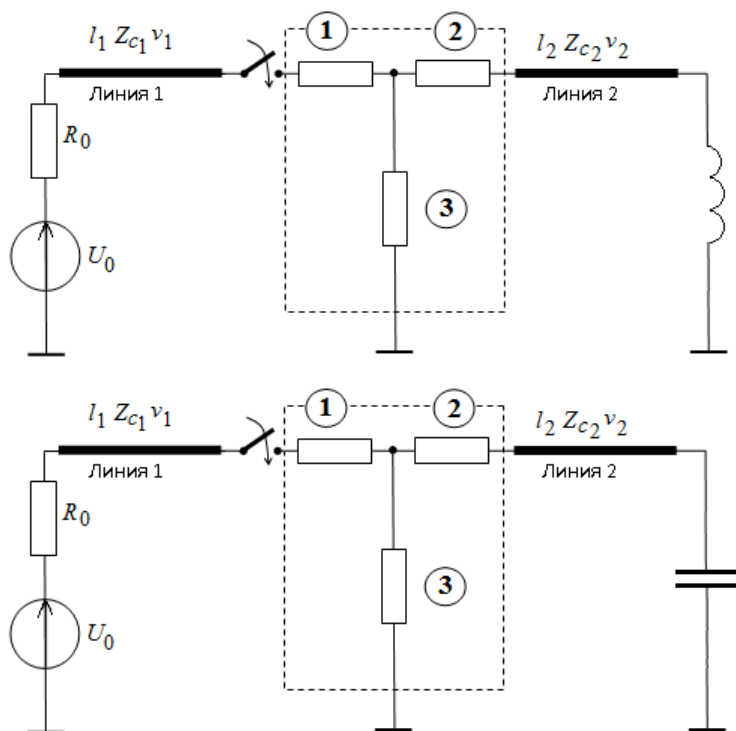

Рис. 1
Однородная линия без потерь подключена к постоянному источнику U_0 с внутренним сопротивлением R_0 . В момент времени $t=0$ к первой линии через соединительное устройство (элементы **1**, **2**, **3**) подключается вторая однородная линия без потерь. Нагрузка второй линии - индуктивная катушка или конденсатор (Рис. 1).
1. Выписать из таблицы в соответствии с вариантом n значения параметров линий, элементов **1, 2, 3** и нагрузки. Начертить схему цепи рис. 1 с учётом общепринятых обозначений элементов R, L, C . Указать на схеме численные значения всех параметров.